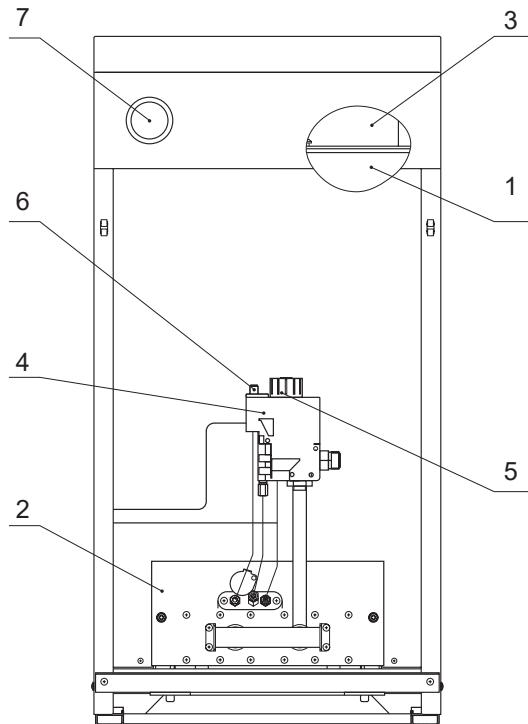

Рис. 2. Особенности котла с газовым блоком 630 EUROSIT
4.2 Котел представляет собой сборную конструкцию, закрытую декоративными тонколистовыми панелями с теплоизоляцией, внутри которой располагаются (см. рис. 2, 3):
- дымосборник с датчиком тяги (3);
- корпус котла, состоящий из топки и теплообменника (1);
- газогорелочное устройство с газовым блоком (ГГУ) (2).